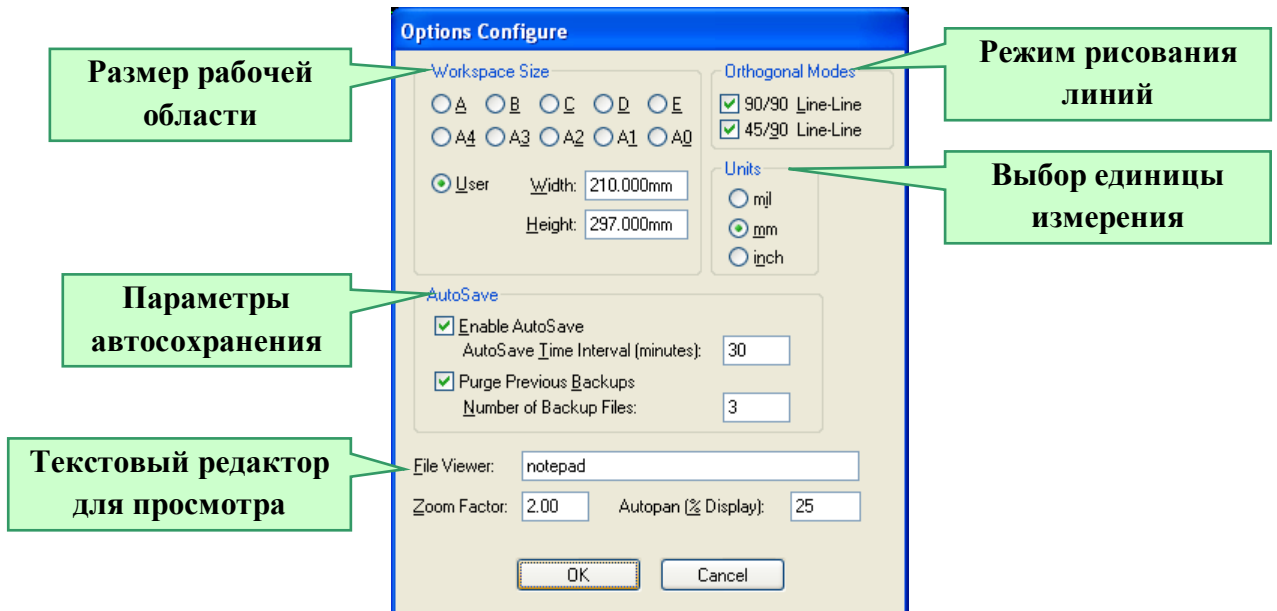

Рис. 3.5 - Диалоговое окно *Options Configure* (Установка конфигурации) мандой *Options / Configure*.
■ Вызвать диалоговое окно *Options Configure* (Установка конфигурации) (рис. 3.5) ко-